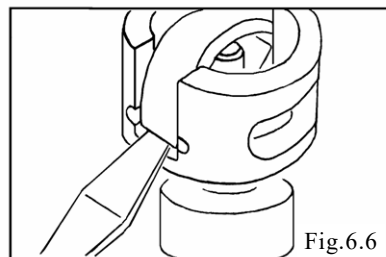
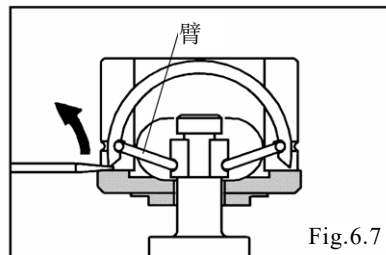

Fig.6.6
Fig.6.7
- 用一字改刀，向上撬 C 型弹簧的外侧，取下 C 型弹簧。〈Fig.6.6、Fig.6.7〉